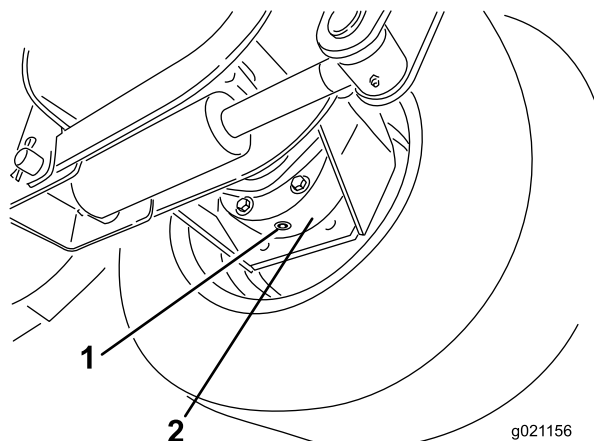

Bild 75
3. Stellen Sie ein Auffanggefäß unter das Bremsgehäuse, entfernen die Verschlusschraube und lassen das Öl ablaufen (Bild 75).